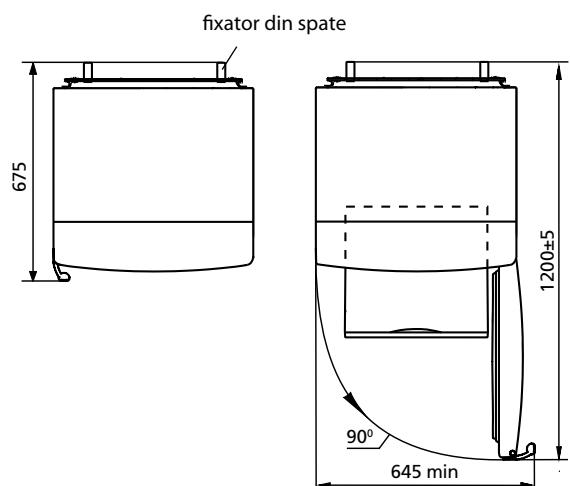

Figura 2 – Frigider (vedere de sus)
1.4 Spatiul total, necesar pentru exploatarea frigiderului este determinat de dimensiunile indicate în figura 2 în milimetri. Pentru extragerea liberă a componentelor din frigider trebuie a deschide ușile camerei la un unghi de cel puțin 90°.